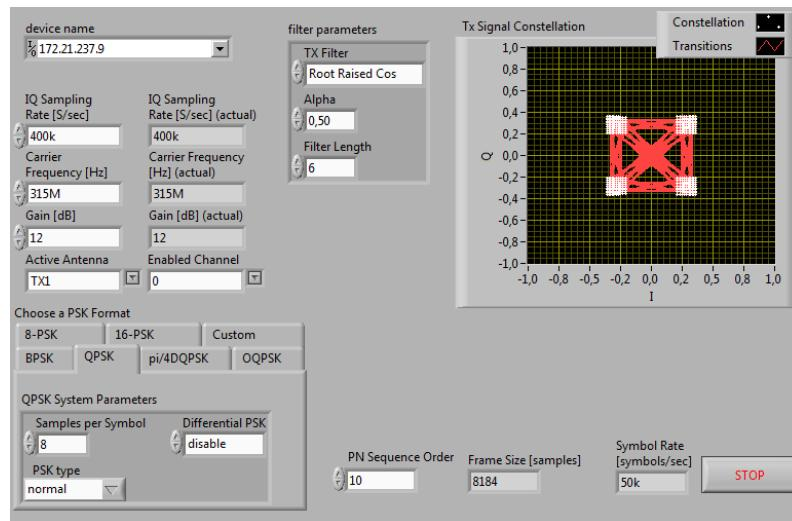

Figura 13: Ejecución del VI de modulación PSK.
- 2) Ajuste los parámetros de manera que sean idénticos a los observados en la figura 13. Ajuste la IP del dispositivo que va a utilizar como transmisor. **NOTA: Ajuste el parámetro PN Sequence Order con un valor de 10, y tome como valor máximo de frecuencia hasta 500 MHz.**